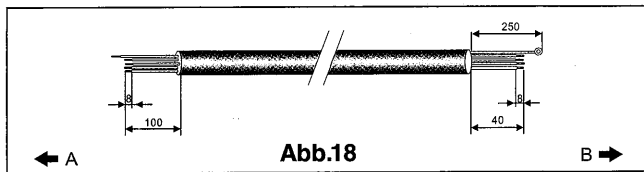

Abb.18 A. AUSSEN B. INNEN
2. Bereiten Sie die Kabelenden des Vielfach Adern Kabels zum Verbinden wie in Abb. 18 vor.